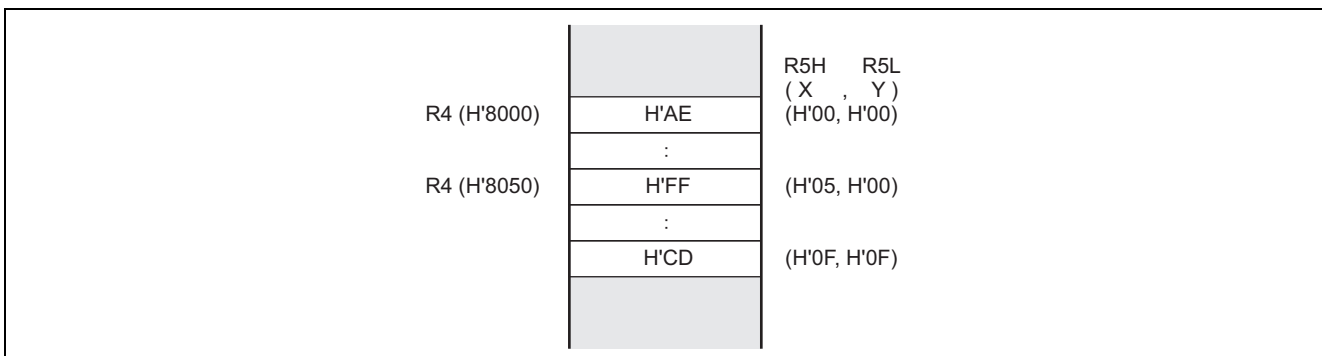

図 2 配列の空間
(3) ソフトウェア ARRAY を実行する際、あらかじめ図 2 のような配列が必要となります。